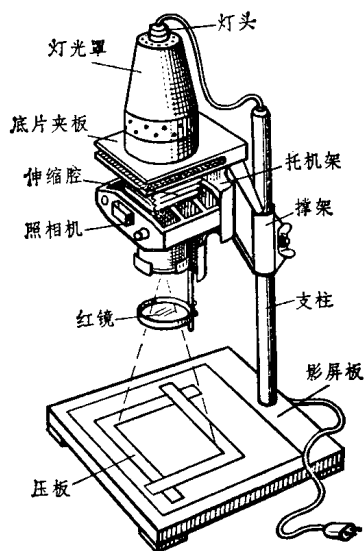
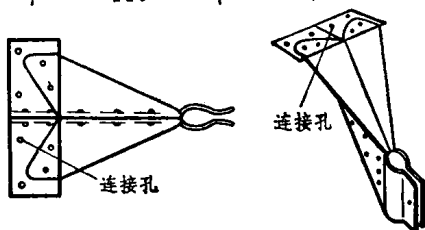

图 2-3 自制小型放大机
图 2-11 组 合 件
这架放大机利用自制照相机进行放大,它的外形如图2-3。
固定板和活动板做好以后，用一个螺纹外径为 5 毫米的螺钉，从活动板上的 $\phi 5$ 孔和固定板上的 40×5 槽内穿过，并拧上一个蝶形螺帽（参见图 2-11）。蝶形螺帽买不到合适的，也可以用普通螺帽焊上耳片做成。托机架就完成了。
托机架固定在底片夹板和伸缩腔的下方（参见图 2-11）。照相机放在活动板上。松开蝶形螺帽，活动板就可以托着照
以撑架上的连接孔作为基准孔,钻出托机架固定板上的连接孔。然后用木螺钉穿过连接孔,把撑架和托机架固定到底片夹板上,如图 2-11。
6. 支柱和影屏板 支柱和影屏板的形状见图 2-3。支柱可以用金属管或木棒做成。管的外径约 15 毫米，长度约 450 毫米左右。
红镜装在镜头前面（图 2-3）。在托机架的固定板下方已经做好了一个小圆环，用一只长螺钉插进圆环（图 2-11），再把红镜耳片上的小孔套进去，下面拧上螺帽，就装好了（图 2-3）。
压板可以用白铁皮等材料剪成，如图 2-3。剪好后用黑漆涂黑。
把上面各部分零件按图 2-3 装配好，再在外表面刷上一层黑漆，就可以放大照片了。关于照片放大的基本操作技术可参看第四章。